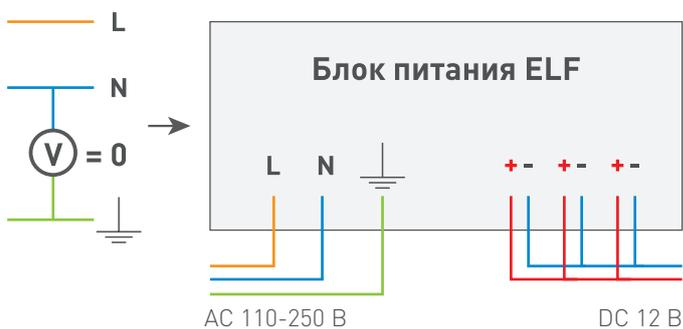

Рис. 4
- Для объектов (электроустановок), в которых применён принцип изолированной нейтрали (Рис. 4).
⚠ ВАЖНО: При данном способе подключения к входному терминалу изделия подключаются все провода линии связи (фаза, ноль, заземление), предназначенной для подачи напряжения питания на изделие (Рис. 4). Подключение заземляющего провода является обязательным!